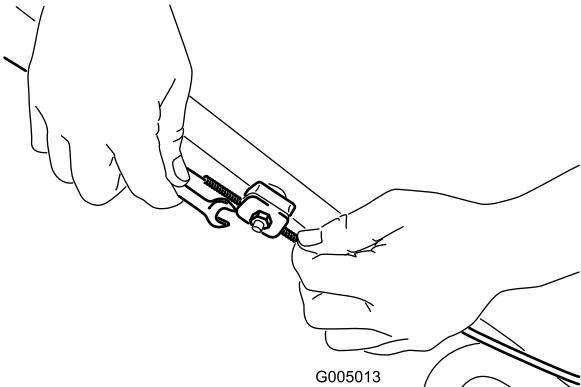

Figure 36
7. Déposez l'ensemble déflecteur arrière et levier de verrouillage du guidon (Figure 36).
- Desserrez l'écrou du support de guidage du câble (Figure 36).